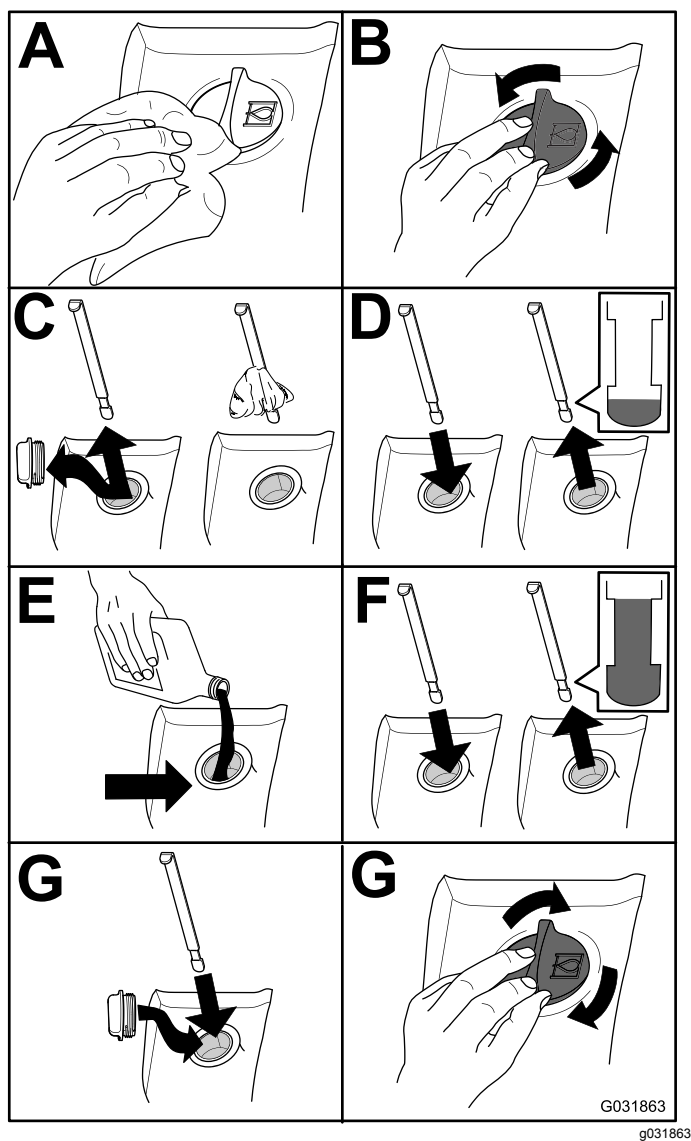

Рисунок 115
2. Проверьте уровень гидравлической жидкости (Рисунок 115).